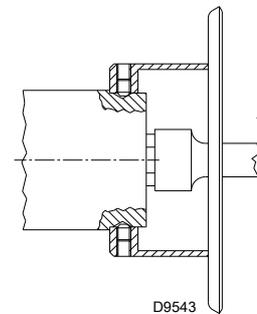

图 19
- 使用轮扳手拆下喷嘴 1) (图 19) ;
- 安装喷嘴 1) (图 19) ;